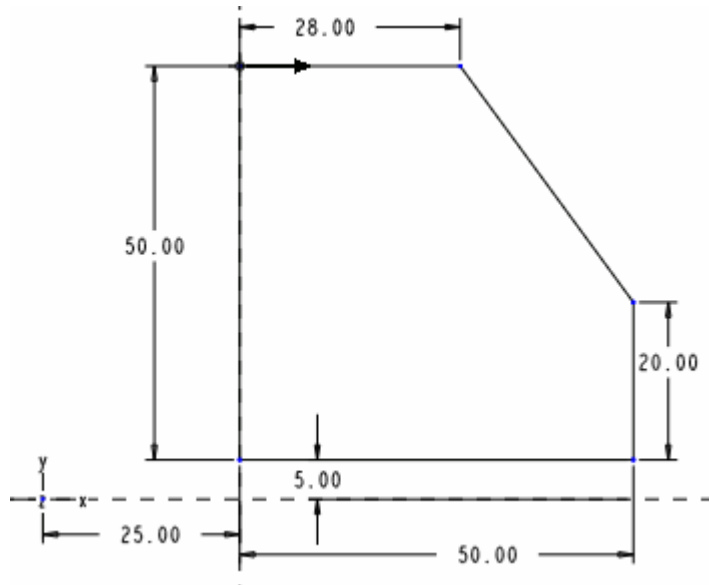

图 8-2
(1) 选择 FRONT 基准面为草绘平面，以 RIGHT 基准面为参照面，其他接受系统默认设置，进入草绘工作环境。
(2) 在草绘工作环境建立相对坐标系，并绘制第 1 个截面，如图 8-2 所示。